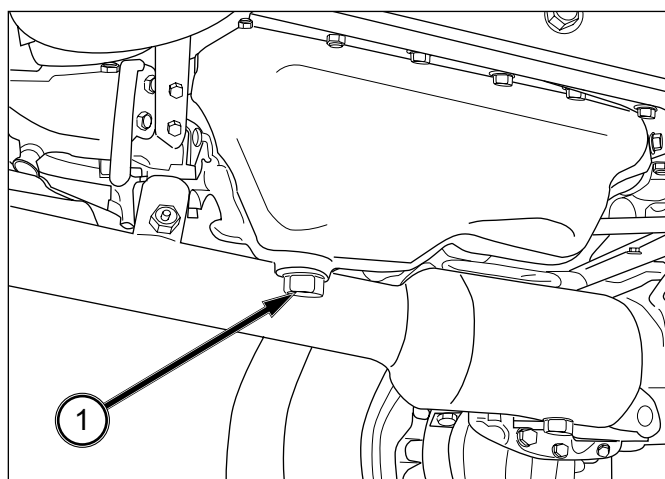

FIG. 6-14
FIG. 6-14: Pour faire la vidange d'huile du moteur, utilisez le tracteur jusqu'à ce que l'huile soit suffisamment chaude. Retirez le bouchon de vidange (1) du moteur et laissez s'écouler toute l'huile.